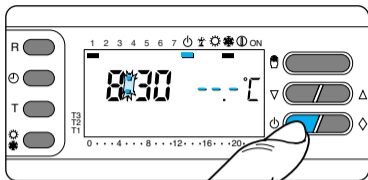

Fig. 73
*Il segmento attivo sotto ⏻ conferma l'esclusione di THERMOPROGRAM dal controllo dell'impianto e scompare il grafico del programma (fig. 73).*